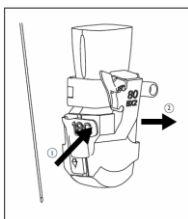

図 8
5. 手技終了後又は手技中にニードルガイドからニードルを外す際は、図 8 又は 9 のとおりに取り外す。